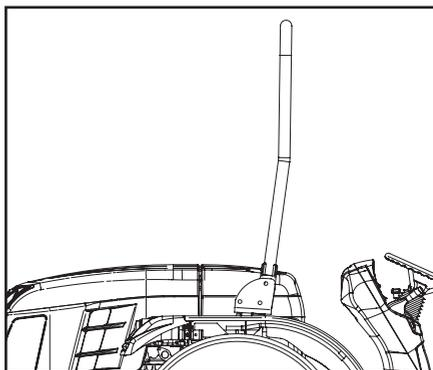

Fig. 2.1
- Telaio di sicurezza deve sempre essere montato in posizione di protezione (Fig.2.1). Si raccomanda di disporre di cinture di sicurezza secondo le norme legislative in vigore nei vari mercati.